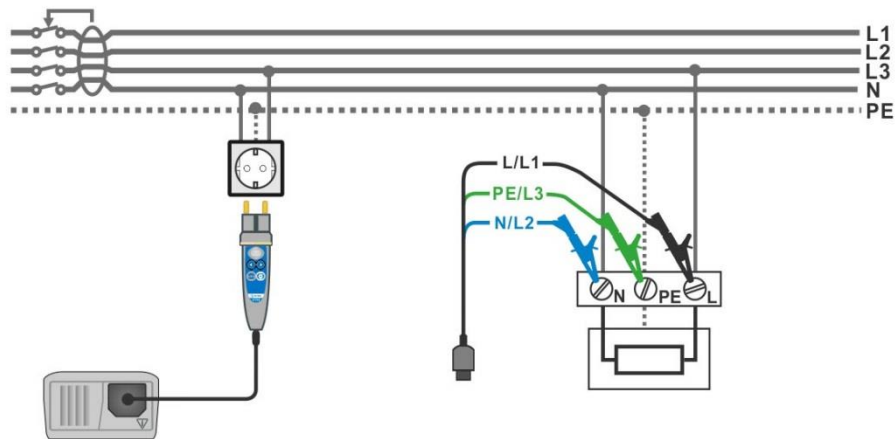

Abbildung 5.17: Anschluss des Commander-Prüfsteckers und der Dreileiter-Prüfleitung
- Schließen** Sie die Prüflleitungen am Prüfling an, (siehe *Abbildung 5.17*)
- Schließen Sie die Prüflitungen am Prüfling an (siehe *Abbildung 5.17*)
- Schließen** Sie die Prüflitungen am Prüfling an, (siehe *Abbildung 5.17*)
<ul style="list-style-type: none"> <input type="checkbox"/> Wählen Sie mit dem Funktionswahlschalter die Funktion RCD. <input type="checkbox"/> Initiieren Sie die Unterfunktion Auto. <input type="checkbox"/> Stellen Sie die Parameter ein (bei Bedarf). <input type="checkbox"/> Schließen Sie die Prüfleitungen am Messgerät an <input type="checkbox"/> Schließen Sie die Prüfleitungen am Prüfling an (siehe Abbildung 5.17) <input type="checkbox"/> Drücken Sie die TEST-Taste, um die Messung durchzuführen. 	Beginn der Prüfung